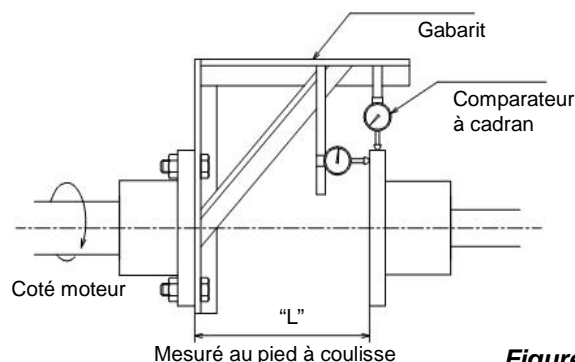

Figure 4-4
- Montez les comparateurs à cadran sur l'accouplement côté moteur, comme décrit dans la figure 4-4, en vous assurant que le support est suffisamment rigide et long pour s'étendre dans l'espace entre les moyeux d'accouplement.
- Mettez à zéro le palpeur du comparateur sur le diamètre extérieur de l'accouplement côté pompe comme indiqué dans la figure 4-4. Tournez à la main l'arbre moteur et prenez note de la lecture de l'indicateur à chaque quart de tour pour vérifier l'alignement parallèle.
- Mettez à zéro le palpeur du comparateur sur la face de couplage comme le montre la figure 4-4 pour alignement angulaire. Tournez l'arbre moteur et prenez note de la lecture de l'indicateur en utilisant la même méthode que la vérification de l'alignement parallèle.